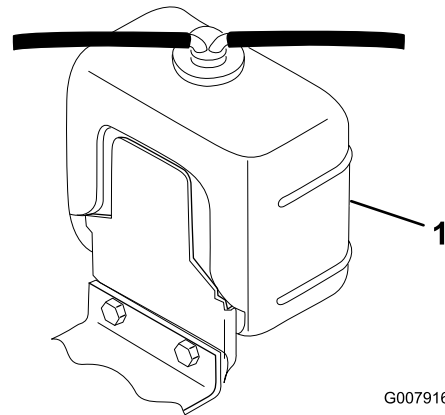

図 33
1. ラジエターと補助タンク (図 33) のふた (図 33) を注意深く開ける。
2. ラジエターと補助タンク (図 33) の液量を点検する。